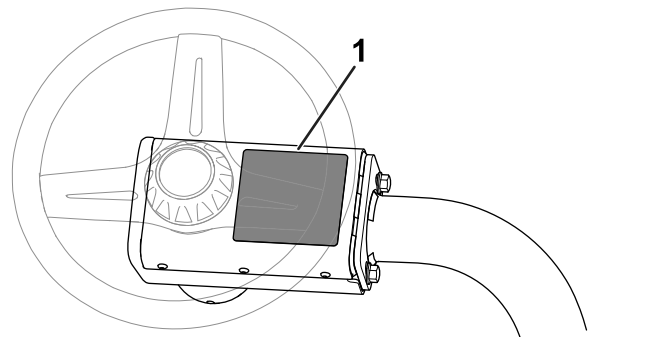

図 13
- CE 警告ステッカーP/N 136-8505を、既存の警告ステッカーP/N 136-8506の上から貼り付ける 図 13を参照。